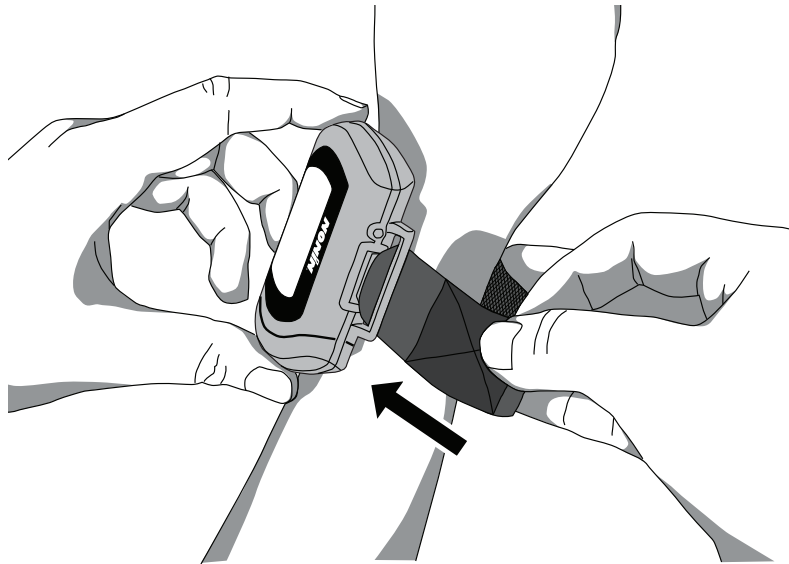

Figure 18: Insertion de la bande unique
3. Insérez le bout arrondi de la bande dans l'attache bracelet à côté du port du capteur (figure 18). Insérer la bande par l'arrière de l'appareil et tirez-la vers l'avant de l'appareil.